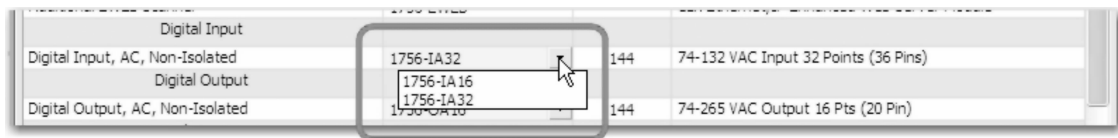

图 26-44 更换数字量模块
2) 更改向导选择的模块：可在“选择的模块”（Selected Modules）区域的“目录号”（Catalog Number）列中，更改 IAB 选项以符合的要求。在标为“数字量输入，交流，非隔离”（Digital Input, AC, Non-Isolated）的行中，请注意，IAB 已选择了 1756-IA32 模块。单击模块目录号旁的下拉列表，从列表中选择 1756-IA16。这会显示如何选择 IAB 所选模块的替代模块，如图 26-44 所示。